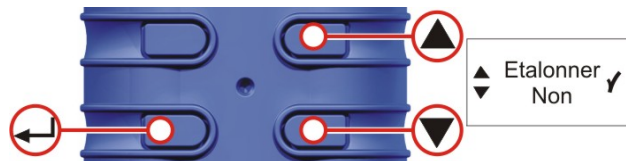

Figure 22 Écrans de calibrage
H. CALIBRAGE OUI / NON (calibrage par défaut / Tuff Plus et Pro uniquement) (Fig. : 22)